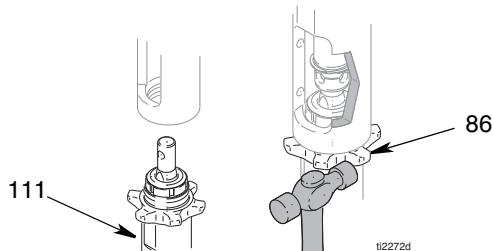

Рис. 10
- (Рис. 10) Вкрутите контргайку (86) до нижней части резьбы насоса (111). Вкрутите насос (111) полностью в коллектор. Выкручивайте насос (111) из коллектора до тех пор, пока выпускное отверстие насоса не совместится со шлангом. Вручную затяните контргайку (86), а затем с помощью молотка еще на 1/8 - 1/4 оборота или затяните с усилием в 75 фут-фунт (101 Н·м).